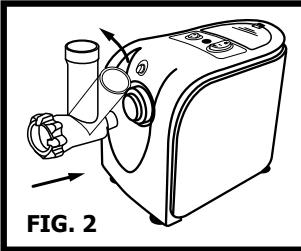

FIG. 2
6. Appuyez sur le bouton de déverrouillage de tête et fixez celle-ci au socle. Inclinez le cylindre vers la droite, insérez-le et tournez-le dans le sens des aiguilles d'une montre pour le verrouiller. Le cylindre sera en position verticale. **FIG. 2**
5. Appuyez sur le bouton de déverrouillage de tête et insérez celle-ci dans le socle. Inclinez le cylindre, insérez-le et tournez-le pour le verrouiller. Il sera en position verticale une fois correctement installé. **FIG. 2**